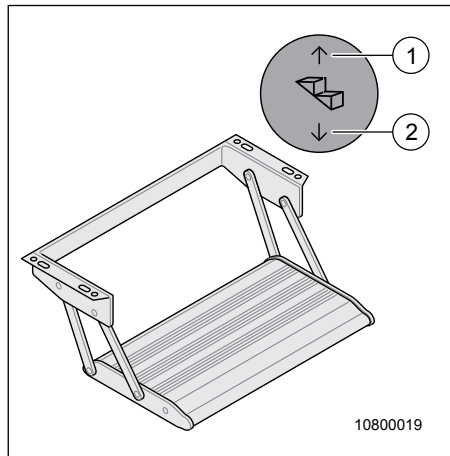

Fig. 6 Marche-pied à une marche
- appuyer sur l'interrupteur à bascule (Fig. 6, Pos. 2) et le marche-pied sort complètement.
- appuyer sur l'interrupteur à bascule (Fig. 6, Pos. 1) et le marche-pied rentre complètement.